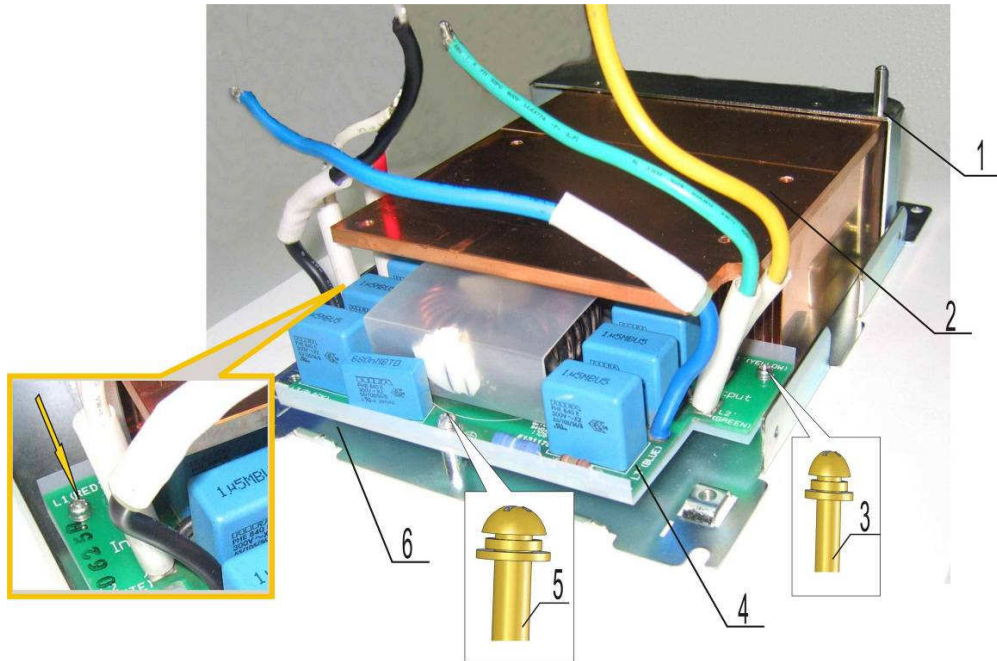

Рисунок 6.16
6.8.1 Выкрутить два винта крепления кронштейна 1 к радиатору 5 и два винта крепления кронштейна к основанию 2 (рисунок 6.16). Положить винты в тару.
6.8.2 Выкрутить два винта 3 и один винт 5 крепления платы к основанию 6 (рисунок 6.16). Снять плату 4 с прокладкой. Положить плату, прокладку и винты в тару.